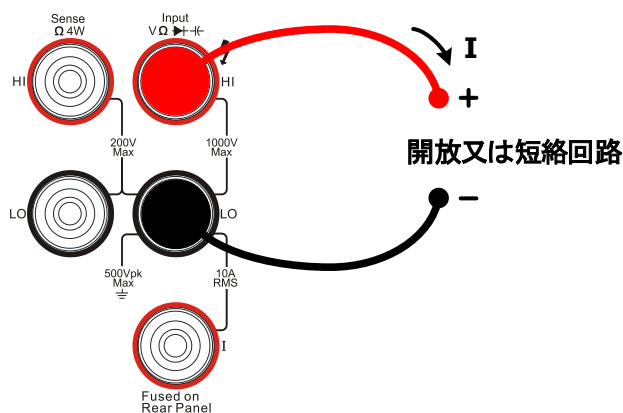

図 2-26 結線図
1. 図 2-26 のように付属の赤色テストリード線を「Input HI」端子に、黒色テストリード線を「Input LO」端子に接続します。